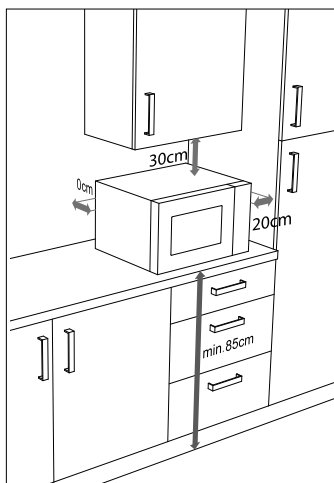

Abb. 3: Geräteabstand
- ▶ Für eine ausreichende Belüftung müssen die in Abbildung 3 dargestellten Abstände eingehalten werden. Der Abstandhalter an der Geräterückseite muss die Wand berühren. Er gewährleistet den korrekten Abstand beim Aufstellen der Mikrowelle.